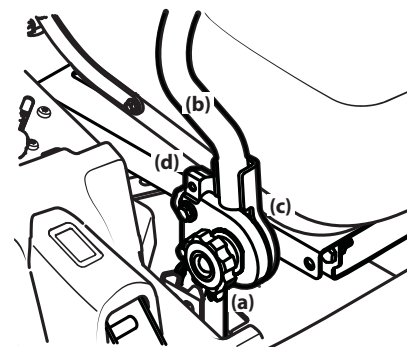

Figure 4-11
1. Desserrez le bouton de réglage (a) situé sur le côté de chaque barre de conduite (b). Voir Figure 4-11.